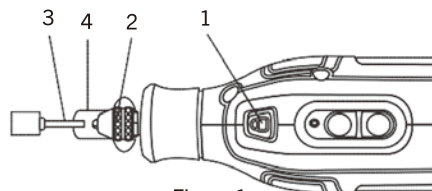
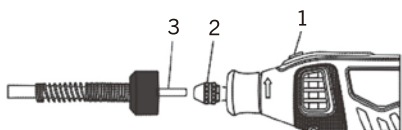

Figure 1
Figure 4
2. Appuyez sur le bouton de verrouillage de la broche (1) et tournez lentement l'écrou de la douille de serrage du mandrin à 3 mâchoires (2) jusqu'à ce que le bouton de verrouillage immobilise la broche (figure 1).
3. Tout en maintenant le bouton de verrouillage de la broche enfoncé, tournez l'écrou de la douille de serrage du mandrin à 3 mâchoires dans le sens antihoraire jusqu'à ce que les mâchoires du mandrin s'ouvrent suffisamment pour permettre l'insertion de la tige de l'accessoire (3) dans le mandrin à 3 mâchoires.
1. Pour verrouiller la broche à l'aide du bouton de verrouillage (1), ouvrez le mandrin à 3 mâchoires (2), comme il est illustré à la figure 4.
2. Insérez l'arbre d'entraînement (3) le plus loin possible dans le mandrin à 3 mâchoires.
3. Serrez le mandrin à 3 mâchoires sur l'arbre d'entraînement, comme il est illustré à la figure 1.